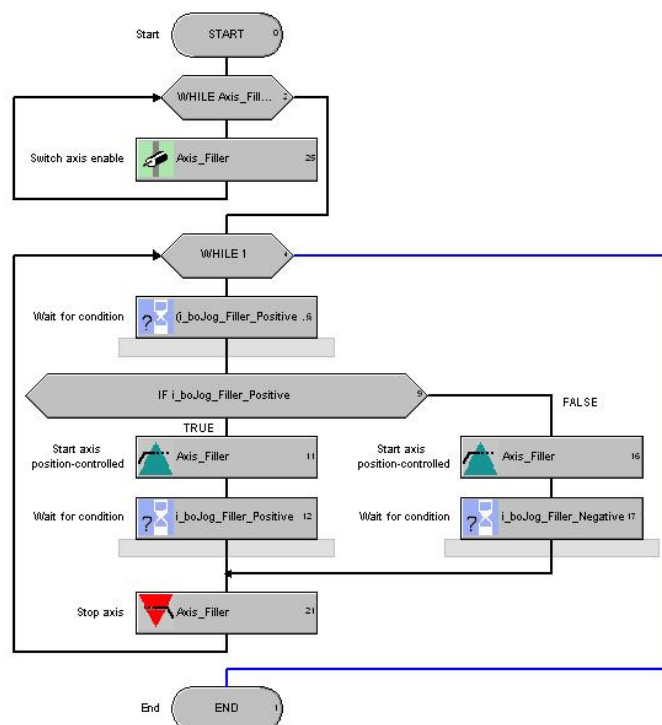

图 5.74 Axis_Filler 的点动程序
- (1) 在 MCC_Unit_1 中创建 MCC chart，将其命名为 MT_Jog_Filler。
- (2) 参考轴 Transfer 的点动程序可以很容易的编写出轴 Filler 的点动程序，如图 5.74 所示。